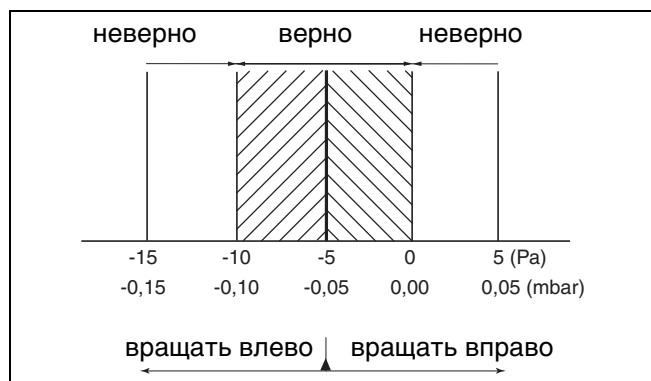

Рис. 84 Разница газ/воздух при низкой нагрузке
- Снять показание разницы давления в сервисном режиме. Разница давления ( $p_{\text{газ}} - p_{\text{воздух}}$ ) должна составлять  $-5 \text{ Па}$  ( $\pm 5 \text{ Па}$ ) (индикация на измерительном приборе:  $-10$  до  $0 \text{ Па}$ ) (рис. 84).